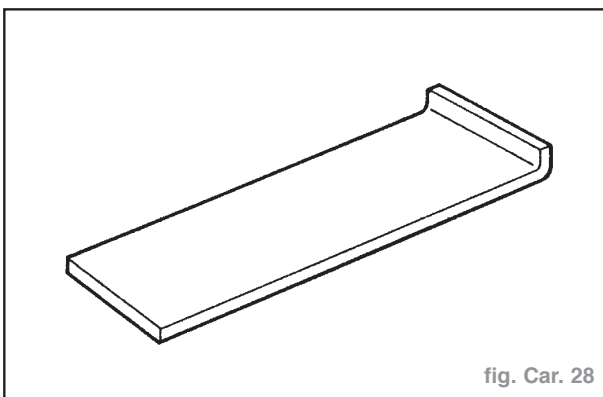

fig. Car. 28
- Outil de pose de la clé de finition (2) - fabrication locale - tôle épaisseur = 0,7 mm (fig. Car. 28).
- Lampes infrarouge (IR) ou étuve pour le préchauffage des enjoliveurs.